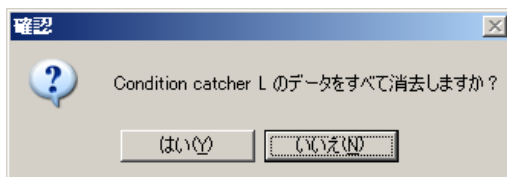

図 43. 消去の確認を促すメッセージ
- ①パソコンの電源を投入し、『コントロール・ソフトウェア』を起動し、初期画面を表示します。
- ②本体の電源を投入し、USB または LAN ケーブルを接続します。
- ③初期画面ツールバーの『計測条件設定』ボタン(左から3番目)をクリックします。
- ④図 43 のような計測条件設定画面が表示されますので、この画面で各種計測条件を設定します。
- ⑤設定した条件を確認し、間違いなければこれらの設定を本体にダウンロードします。ダウンロードするインターフェイスの選択は画面ツールバー上の『制御方法』の項で行います。LAN (ネットワーク) を選択した場合には同じ画面ツールバー上の『IP アドレス』に対象とする本体の IP アドレスを入力してください。『ダウンロード』ボタン(右から3番目)をクリックするとこれらの計測条件を本体へ書き込みます。
- ②本体の電源を投入し、USBまたはLAN ケーブルを接続します。
- ③初期画面ツールバーの『計測条件設定』ボタン(左から3番目)をクリックし、計測条件設定画面を表示します。
- ④消去に使用するインターフェイスの選択は、画面ツールバー上の『制御方法』の項で行います。LAN(ネットワーク)を選択した場合には同じく画面ツールバー上の『IPアドレス』に対象とする本体のIPアドレスを入力してください。
- ⑤『CCL 本体の計測データ消去』ボタン(右から1番目)をクリックすると、図 43 のような、消去の確認を促すメッセージが表示されます。確認して『はい』ボタンをクリックします。